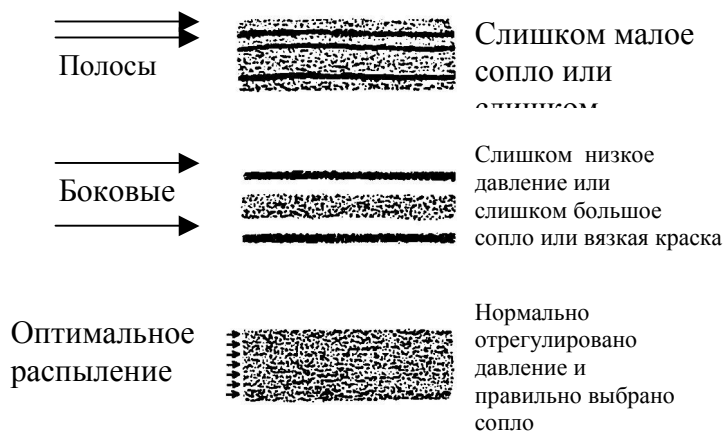

Рис. 8 - Примеры нанесения покраски
2. Обычно продукты с повышенной вязкостью требуют применения сопла с большим диаметром и более высокого давления при работе. Некоторые особо вязкие типы краски можно применять только при их разбавлении (на 5-10%) в зависимости от мощности насоса и размера сопла. Обычно краску разбавляют только в том случае, если не удастся обеспечить высокого качества окраски при хорошо подобранном диаметре сопла и высоких показателях давления. (См. Рис.8)